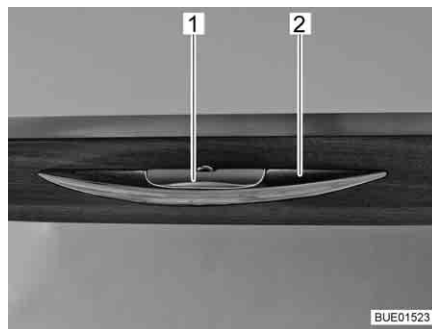

Bild 70 Möbelklappe mit Entriegelungsgriff
- Entriegelungsgriff (Bild 70,1) drücken und gedrückt halten.
- Am Griff (Bild 70,2) ziehen, bis die Möbelklappe offen ist.